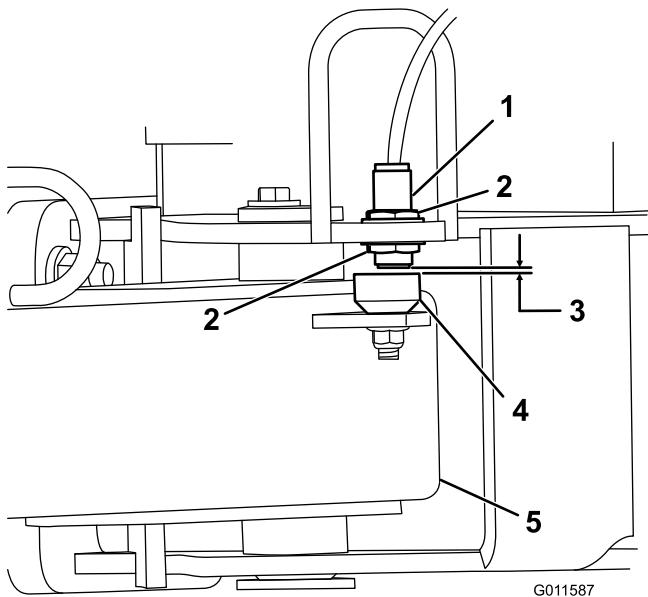

Figura 4
5. Desaperte as porcas de bloqueio que fixam o interruptor de proximidade à estrutura e baixe o interruptor até estar a $3,3 \pm 0,7$ mm da placa de sensor no garfo de engate (Figura 4). Aperte as porcas de bloqueio para manter o ajuste.